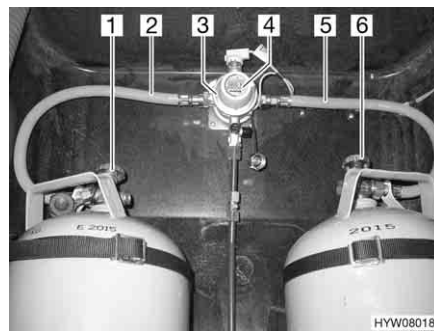
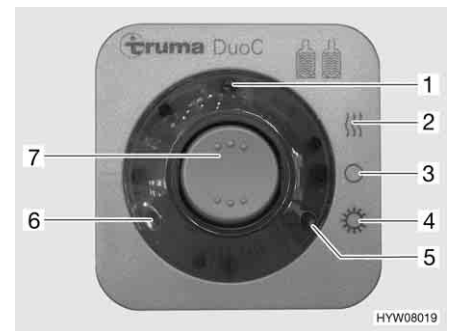

Bild 123 DuoControl-omkopplingsenhet
Bild 124 Kontrollenhet
DuoControl-omkopplingsenheten består av en omkopplingsventil (Bild 123,3) och en kontrollenhet (Bild 124). Omkopplingsventilen är monterad mellan gas-slangarna (Bild 123,2 och 5). Med vredet (Bild 123,4) på omkopplingsventilen ställer du in vilken gasflaska som ska användas som driftflaska och vilken som ska användas som reservflaska.
Omkopplingsventilen värms upp av en avfrostningsanläggning för regulatorer (Eis-Ex). På detta sätt undviks störningar på gasanläggningen under vintern. Med kontrollenheten (Bild 124) kan endast de elektriska funktionerna styras. Gasflaskornas huvudavstängningsventiler (Bild 123,1 och 6) måste öppnas för hand.
Omkopplingsventilen sörjer för ett konstant gastryck, oberoende vilken gasflaska som används. De två kontrolllamporna på kontrollenheten visar nivån i driftflaskan. När den gröna kontrolllampan lyser (Bild 124,6) är driftflaskan full. När den röda kontrolllampan lyser (Bild 124,5) är driftflaskan tom. Gasförsörjningen sker då med reservflaskan.
- Öppna huvudavstängningsventilerna på gasflaskorna (Bild 123,1 och 6).
- Med vredet (Bild 123,4) på omkopplingsventilen (Bild 123,3) väljs gasflaskan, som ska prioriteras (driftflaska).
- Slå på DuoControl-omkopplingsenheten på kontrollenheten (Bild 124).
Ställ för detta vippkontakten (Bild 124,7) på vinterdrift "på och uppvärmning" (Bild 124,2) eller på somrardrift "till" (Bild 124,4). Omkopplingsventilen är nu avluftad. Den gula kontrolllampan (Bild 124,1) lyser, när vinterdrift väljs och avfrostningsanläggningen för regulatorer är påslagen.
- Ställ vippkontakten (Bild 124,7) i läge "O" (Bild 124,3). Den gula kontrolllampan (Bild 124,1) slocknar.
- Stäng huvudavstängningsventilerna på gasflaskorna (Bild 123,1 och 6).
Fjärravläsning Kontrolllamporna på kontrollenheten (Bild 124,5 och 6) signalerar inne i fordonet, om driftflaskan är driftklar.
Byte av gasflaskor Ifall den gröna kontrolllampan (Bild 124,6) slocknar under drift och den röda kontrolllampan (Bild 124,5) lyser upp, är gasflaskan som har valts som driftflaska tom och måste bytas ut. Gasförbrukarna försörjs med gas från reservflaskan.